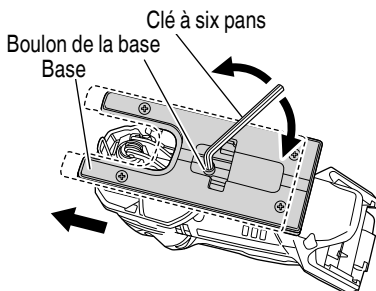

Fig. 21
- (1) Desserrer le boulon de la base avec la clé à six pans fixée à la base. (Fig. 21)
- (2) Déplacer la base à fond vers l'avant, puis resserrer le boulon de la base. (Fig. 21)
(2) Déplacer la base à fond vers l'avant, puis resserrer le boulon de la base. (Fig. 21)
(3) Régler la position orbitale sur "0".
- (3) Resserrer le boulon de la base. (Fig. 21)
- (4) Régler la position orbitale sur "0" - "III".